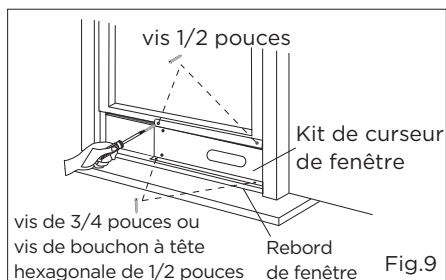

Fig.9
3. Fermez le châssis de la fenêtre contre le kit du curseur de fenêtre.(Fig.9)
4. Utilisez deux vis de 1/2 pouces pour fixer le kit du curseur de fenêtre au châssis de la fenêtre.(Fig.9)
5. Fixez le kit du curseur de fenêtre au rebord de la fenêtre (Fig.9) :